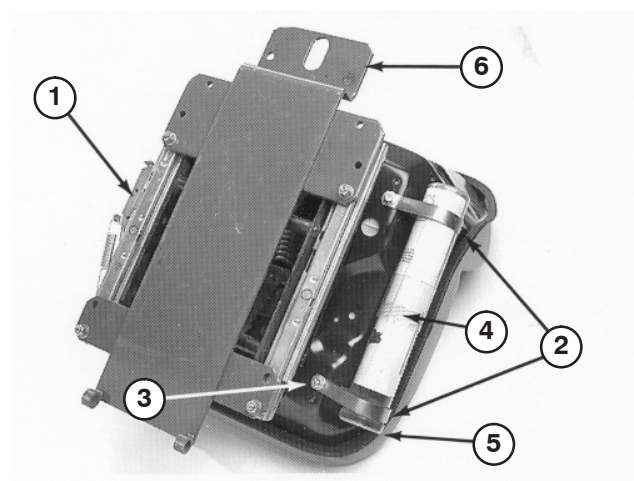

Figure 12
- Montez l'ensemble suspension sur 4 vis situées sur la base du siège et fixez-le en place avec 4 rondelles-freins, rondelles plates et écrous (Fig. 12).
- Fixez sans les serrer 2 colliers en R au côté droit de la base du siège avec 2 vis d'assemblage et rondelles plates qui font partie du kit (Fig. 12). Placez le tube du manuel dans les colliers en R et serrez les vis d'assemblage (Fig. 12).
- Montez le support de siège sur quatre goujons filetés sur la base de l'ensemble suspension et fixez-le en place avec des écrous à embase (Fig. 12).